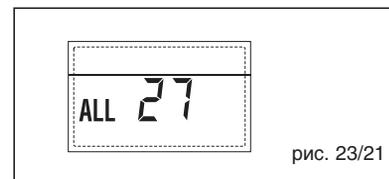

рис. 23/21
– НЕПОЛАДКА СООТВЕТСТВИЯ ВХОДА (S3) ТОЛЬКО ДЛЯ УСТАНОВКИ 7 “ТРЕВ 28” (рис. 23/22)